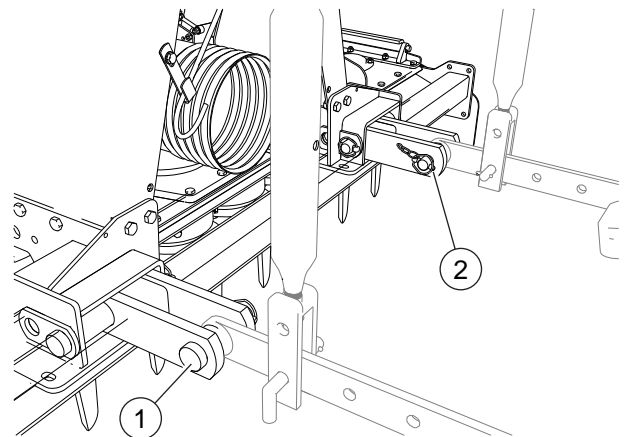

FIG. 24
- Die Hebeschielen den unteren Anschlüssen nähern ("Fig. 24"). Die Anbau-Pins einsetzen (1). Die Pins mit den ausgestatteten Auslöse-Splinten sperren.